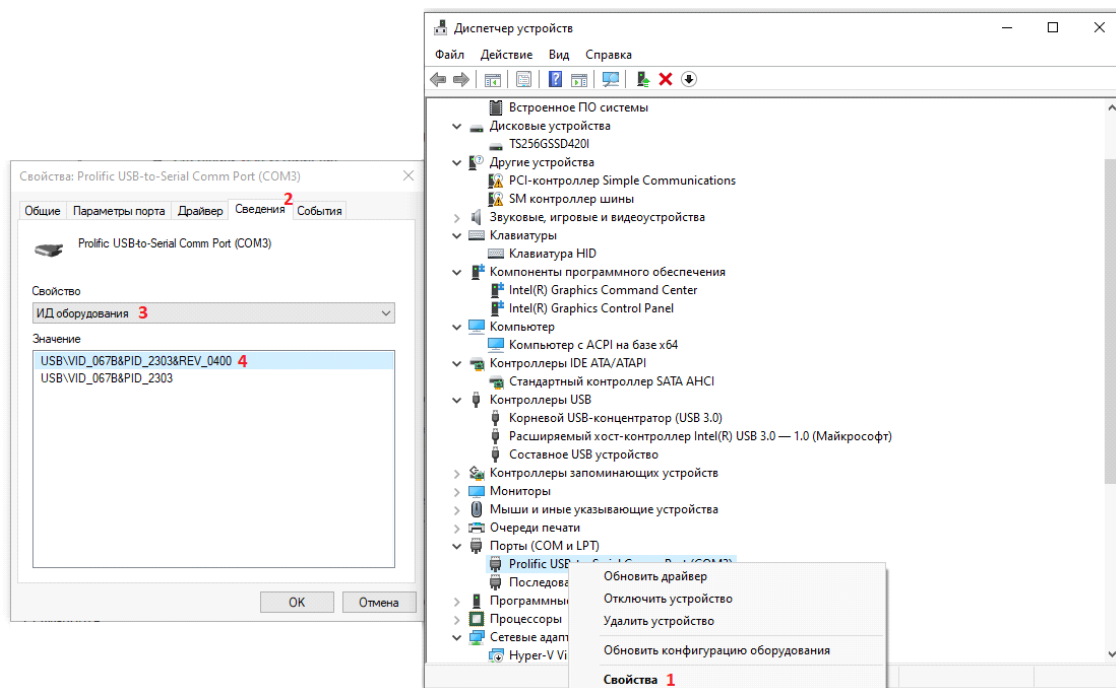

Рисунок 3. Значение адаптера-переходника USB-RS232
- 4) После того, как вы нашли нужное устройство, нажать на него правой кнопкой мыши и перейти на вкладку Свойства -> Сведения -> ИД оборудования -> Значение (рисунок 3).